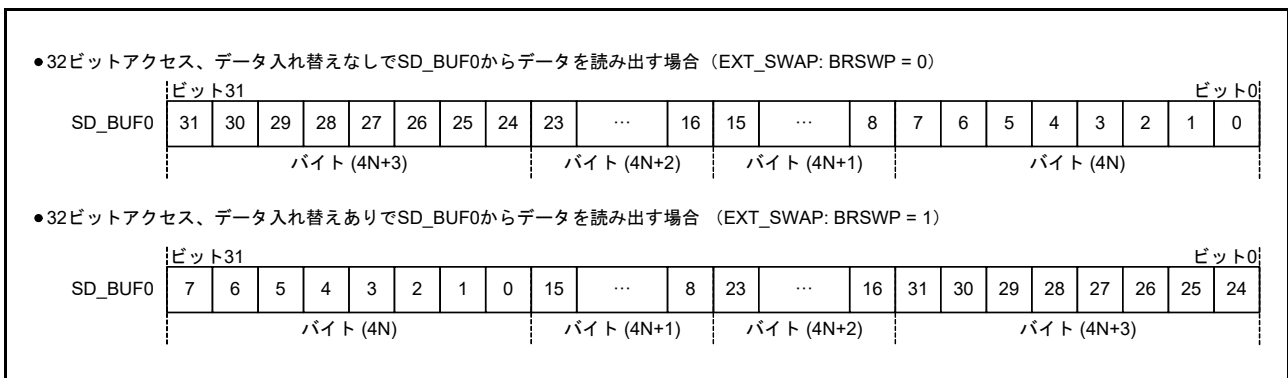

図 43.6 SD\_BUF0 からの読み出し
3. SD\_BUF に格納されたデータが SD\_BUF0 から読み出される (図 43.6 を参照)。
SD\_BUF0 にアクセスするときは、SDnDAT の転送順と SD\_BUF の格納順に注意してください。必要に応じて、SD\_BUF0 の読み出し / 書き込みデータのバイトエンディアンを EXT\_SWAP レジスタで変更できます。図 43.6 を参照してください。